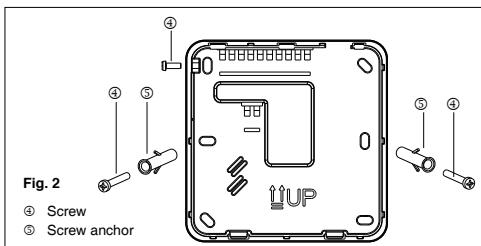

Fig. 2
- Séparer la base du boîtier de commande en enlevant la vis de fermeture qui se trouve dans la partie supérieure gauche (Fig. 2). Placer la base contre le mur en marquant les points de perçage.
- Fixer la commande au mur à l'aide des chevilles d'ancrage ③ prévues à cet effet.
- Remettre en place le couvercle sur la commande à l'aide de la vis enlevée précédemment (Fig. 2).